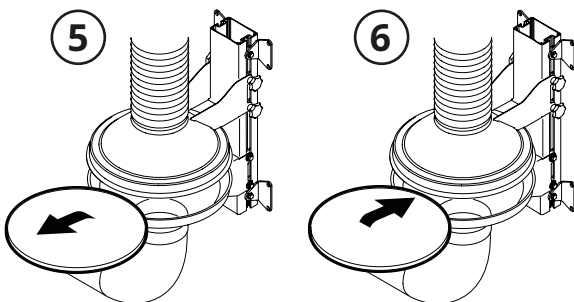

Fig. 17
4. Sortez le filtre en fil métallique du cône inférieur (5, **Fig. 17**) et jetez-le ou nettoyez-le à l'aide d'un détergent neutre et d'eau du robinet tiède.
6. Placez le filtre en fil métallique neuf ou nettoyé dans le cône inférieur (6), fermez et raccordez tous les éléments qui ont été détachés lors du démontage.